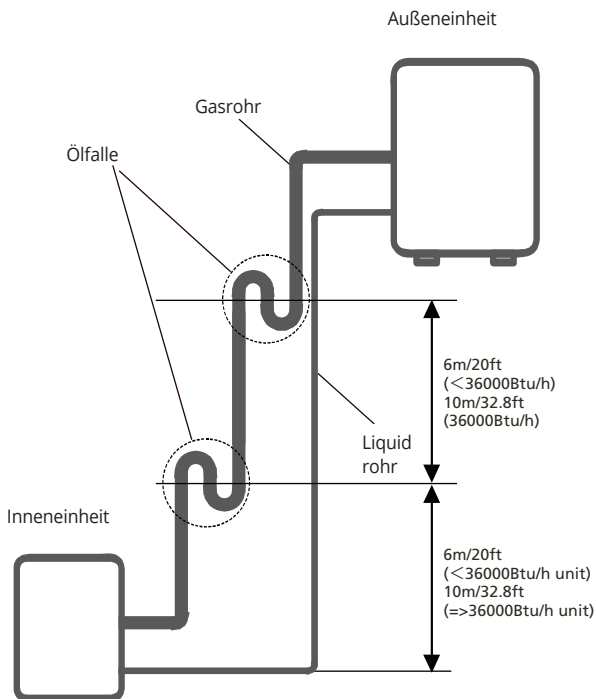

Abb. 6.2
- Es wird empfohlen, die vertikale Saugwirkung nicht zu übermäßig zu heben. Die ordnungsgemäße Rückführung des Öls zum Kompressor sollte durch die vom Gas angesaugte Geschwindigkeit erfolgen. Wenn die Geschwindigkeit unter 7,62 m / s (1500 fpm) fällt, nimmt der Ölrücklauf ab. Alle 6m(20ft) oder 10m(32.8ft) des vertikalen Saugrohrs muss eine Ölfalle installiert werden. (Siehe Abb.6.2)